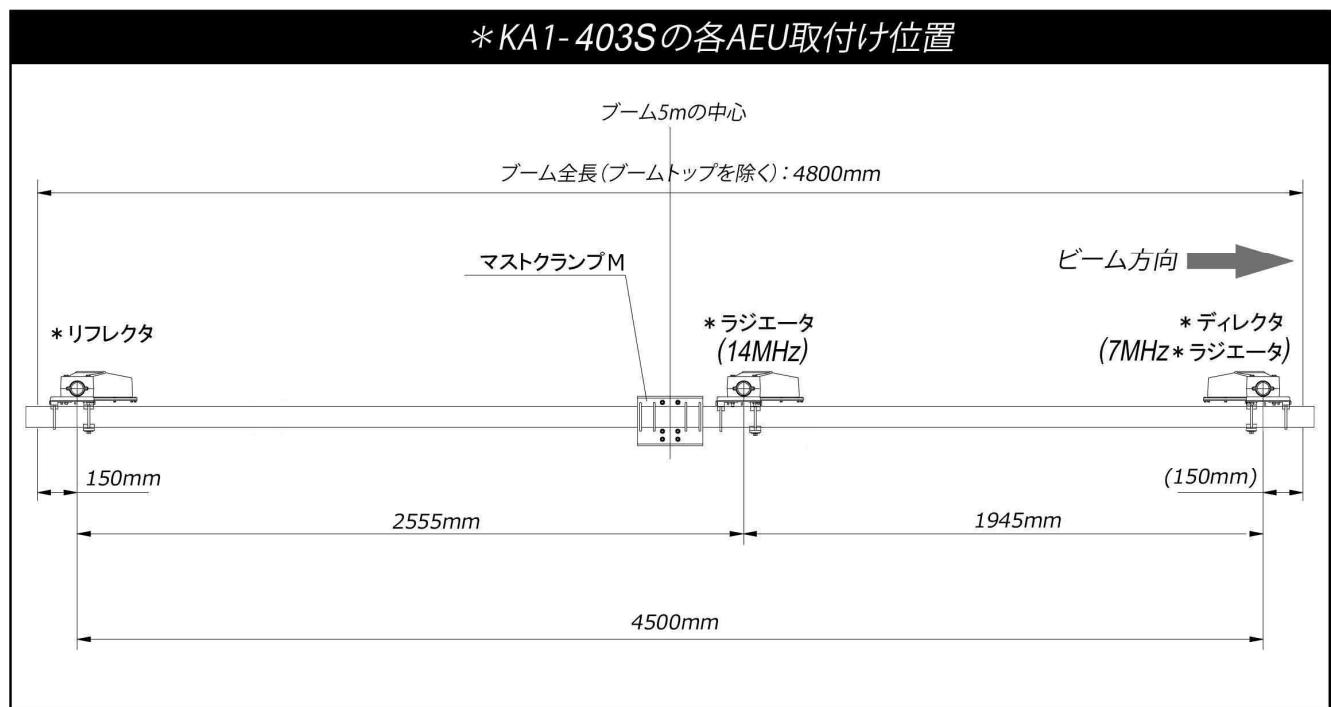

図3
[図3参照]
- 「図3」に明記されているAEU取付け位置寸法値は、ブーム5mの両端（ブームトップを除く）を基準にして指示されています。